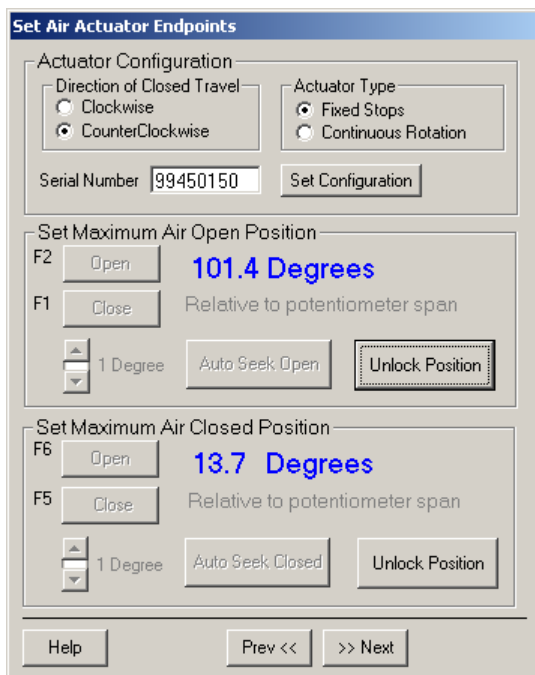

Fig. 13. Verrouillez la position ouverte de l'actionneur.
9. Verrouillez la position ouverte de l'actionneur. Voir la Fig. 13.